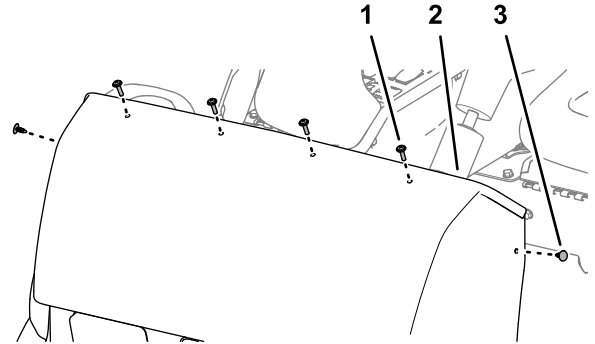

Figure 23
5. Retirez les 4 vis à tête tronconique Phillips (1/4 x 1 po) qui fixent le capot au support du tableau de bord (Figure 23).
6. Retirez les 2 fixations enfichables qui fixent le capot au support du tableau de bord (Figure 23).